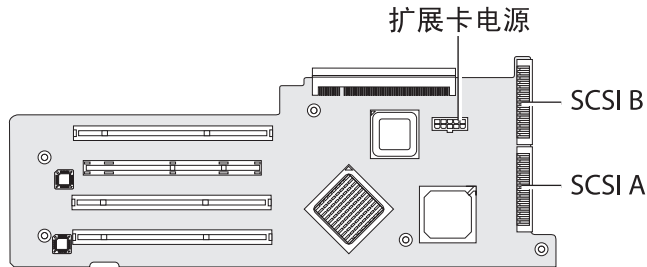

图 4-26 拔下扩展卡连接器
6. 从扩展卡上拔下 SCSI 数据线缆和电源连接器（参见图 4-26）。